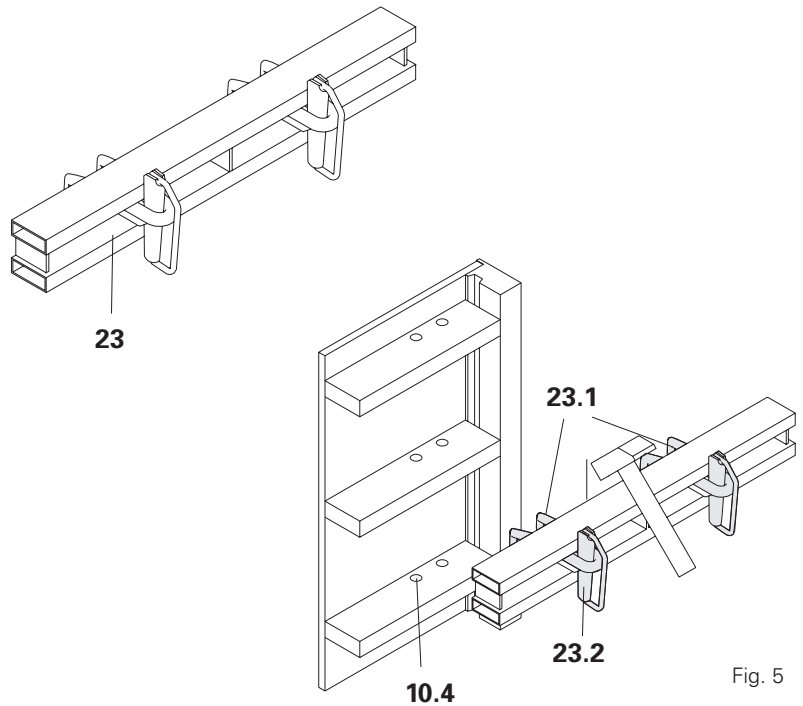

Fig. 5
2. Slå kile **23.2** fast. Fig. 5